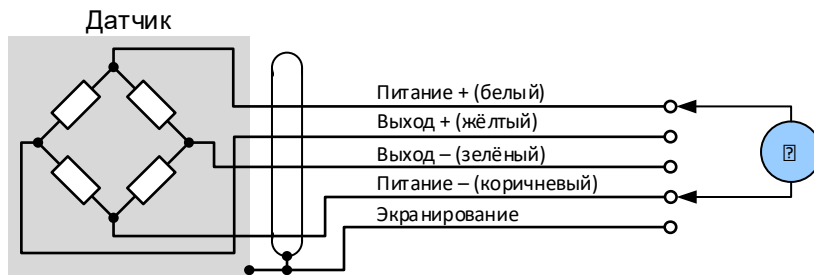

Рис. 10. Измерение сопротивления датчика
5. Контроль сопротивления датчика. Сопротивление датчика измеряется омметром, присоединённым к питательным проводникам датчика – рис. 10. Точное значение надо посмотреть в каталожном листе датчика, в основном сопротивление датчика находится в диапазоне от 370 до 400 ом. В случае, если сопротивление датчика значительно меньше, слишком загружает преобразователь, то вследствие с этим может питание напряжение понизится. Это показывает, что ошибка в датчике. Если сопротивление датчика в границах допуска и питательное напряжение продолжает понижаться, то ошибка находится в преобразователе.